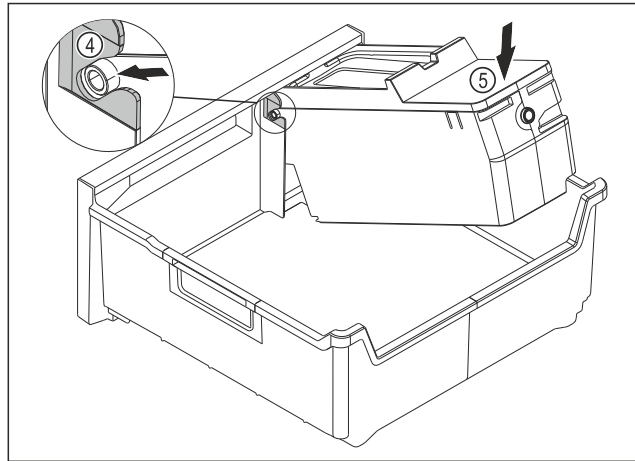

Fig. 110
- ▶ Montar el cuerpo del EasyTwist-Ice: Introducir los ejes del cuerpo del EasyTwist-Ice en las guías Fig. 110 (4).
- ▶ Presionar el cuerpo del EasyTwist-Ice Fig. 110 (5) hacia abajo por detrás.